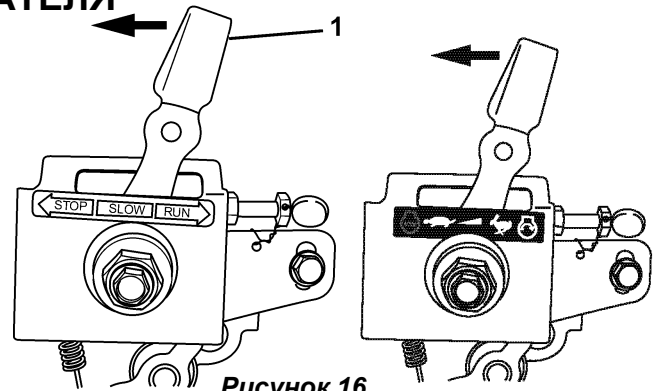

Рисунок 16
1. Если используемый регулятор оборотов двигателя аналогичен регулятору, изображенному на **Рисунке 16**, перевести рычаг регулятора оборотов двигателя (**позиция 1, Рисунок 16**) в указанном направлении для регулировки оборотов двигателя.